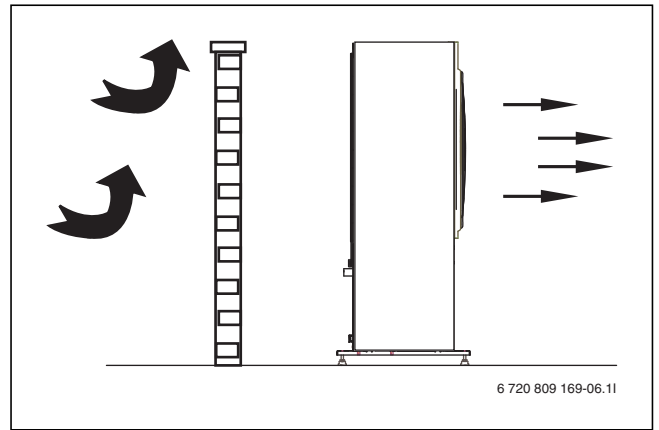

Рис. 10 Свободно стоящий тепловой насос
- ▶ Сторона всасывания должна быть защищена стеной или подобной конструкцией (→ рис. 10).